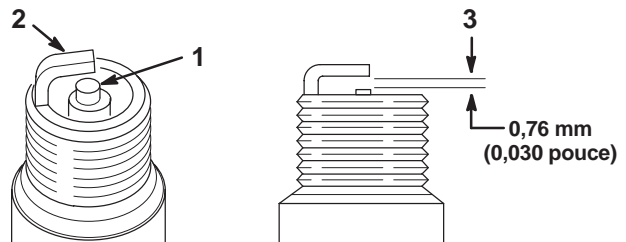

Figure 45
1. Inspectez le centre des bougies (Fig. 45). Si le bec de l'isolateur est recouvert d'un léger dépôt gris ou brun, le moteur fonctionne correctement. S'il est couvert d'un dépôt noir, c'est généralement signe que le filtre à air est encrassé.
2. Contrôlez l'écartement entre l'électrode centrale et l'électrode latérale (Fig. 45). Courbez l'électrode latérale (Fig. 45) si l'écartement est incorrect.